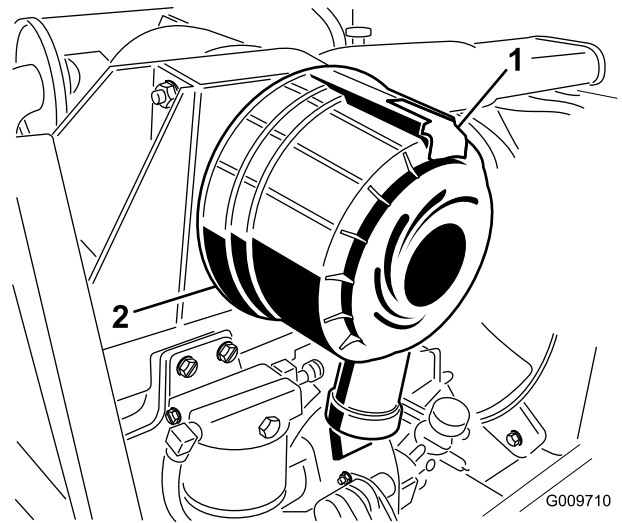

Bild 26
1. Ziehen Sie den Riegel nach außen und drehen Sie die Luftfilterabdeckung nach links (Bild 26).